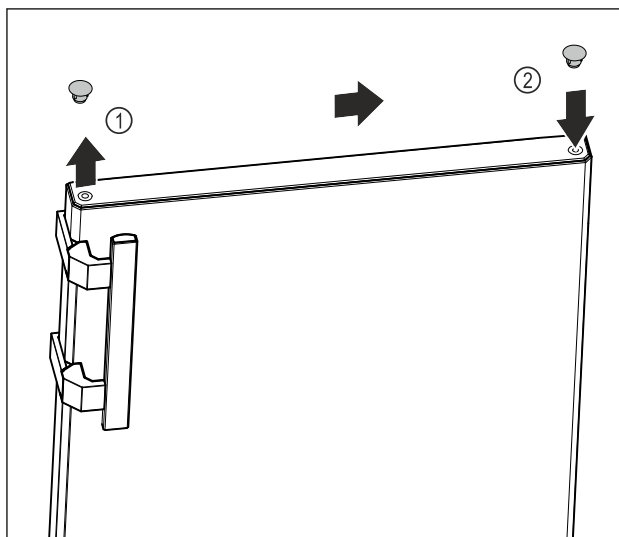

Fig. 13
- ▶ Zdvihnite opatrne kryciu zátku hornej strany dverí Fig. 13 (1) pomocou plochého skrutkovača.
- ▶ Nasadte kryciu zátku na opačnú stranu. Fig. 13 (2)